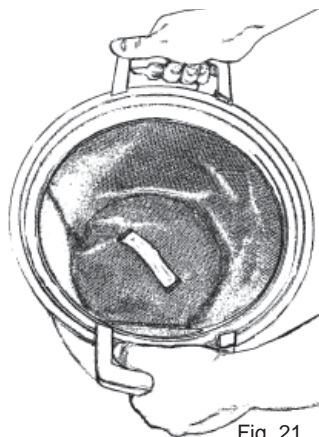

Fig. 21
2. Não retire o filtro do contentor. Em vez disso, sacuda ligeiramente o filtro no interior do contentor para soltar o pó do filtro, permitindo que este caia no contentor, Fig. 21.
2. Substitua o filtro do saco limpo/sacudido do contentor. Certifique-se de que o suporte do filtro encaixa devidamente na extremidade interior do contentor do pó. Verifique se o filtro está encaixado correctamente para cima - a pega em tecido deve ser visível, Fig. 21.